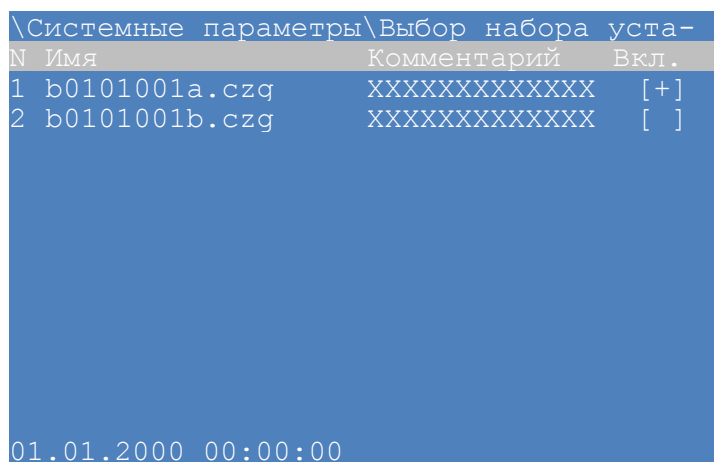

Рисунок 35 – Внешний вид меню **Группы уставок**
**2.6.2.13.4 Группы уставок (меню **Параметры -> Системные параметры -> Группы уставок**) (см. рисунок 35)**